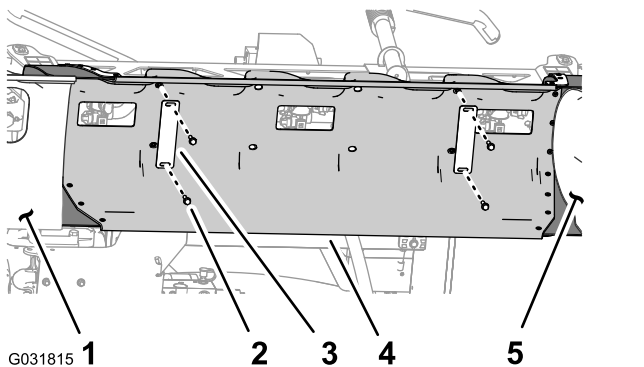

Рисунок 27
1. Удерживая кожух средней секции (с 11 соплами), удалите 4 болта с фланцевыми головками (5/16 x 1¼ дюйма) и два хомута, которые крепят кожух к опорному кронштейну (Рисунок 27).